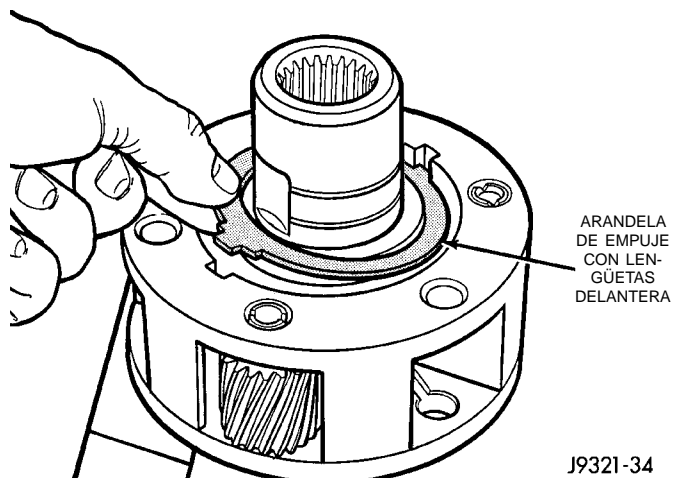

Fig. 40 Desmontaje de la arandela de empuje con lengüetas delantera
- (3) Retire la arandela de empuje con lengüetas delantera (Fig. 40).